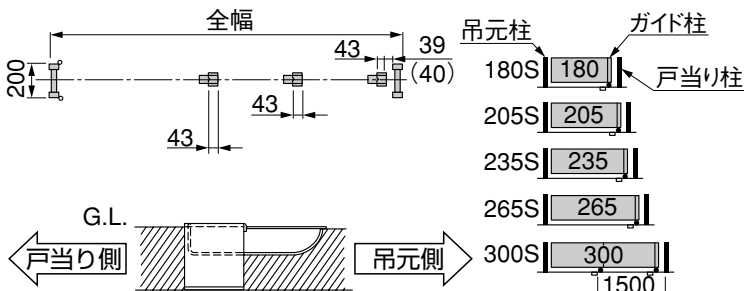

図4-1 サロンストッパー埋込金具
- サロンストッパー埋込金具を施工するときは埋込金具の向きに注意してください。(図4-1参照)